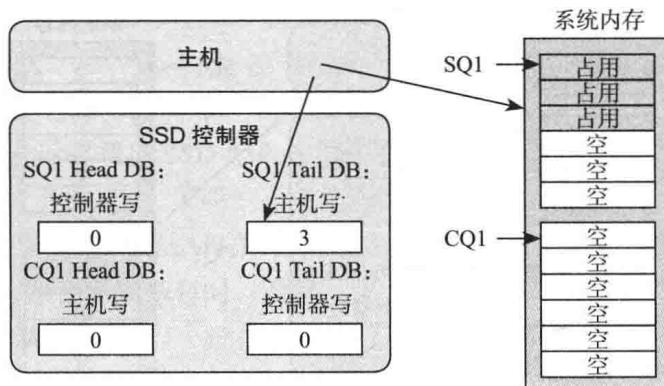

图 6-15 主机往 SQ 中写入三个命令
2) 这个时候，主机往 SQ1 中写入了三个命令，SQ1 的 Tail 则变成 3。主机往 SQ1 写入三个命令后，然后漂洋过海去更新 SSD 控制器端的 SQ1 Tail DB 寄存器，值为 3。主机更新这个寄存器的同时，也是在告诉 SSD 控制器：有新命令了，帮忙去我那里取一下，如图 6-15 所示。